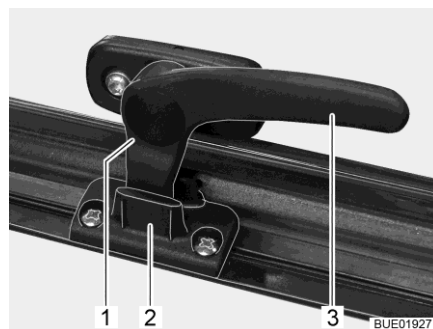

Bild 19 Verriegelungshebel in Stellung "Dauerbelüftung"
- in Stellung "Dauerbelüftung" (Bild 19)
- Den Verriegelungshebel (Bild 19,3) eine viertel Umdrehung zur Fenstermitte hin drehen.
- Den Verriegelungshebel eine viertel Umdrehung zum Fensterrahmen hin drehen. Die Verriegelungsnase (Bild 19,1) dabei in die Aussparung der Fensterverriegelung (Bild 19,2) einfahren.